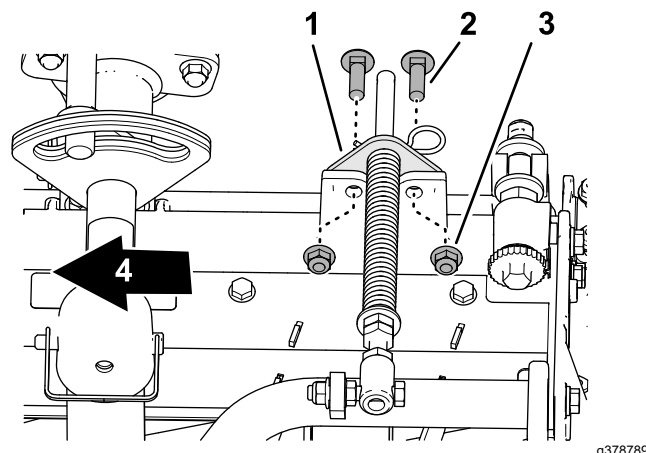

Figura 20
5. Alinee los orificios del soporte del muelle de compensación con los del bastidor de la unidad de corte (Figura 20).